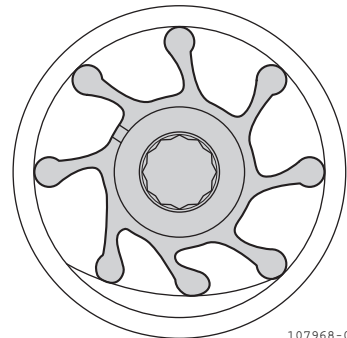

Figura 16
4. Ao montar a turbina, coloque as hélices da turbina como se mostra na ilustração. (**Figura 16**)